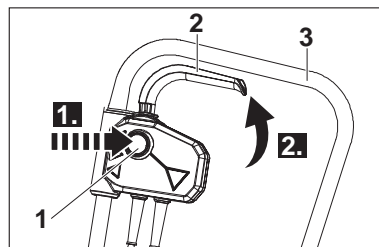

Fig. 8
1. Appuyez sur le bouton de déverrouillage [1] et maintenez-le en position (Fig.8, étape 1).
2. Appuyez sur l'interrupteur marche/arrêt [2] pour mettre en route l'appareil (Fig.8, étape 2), relâchez le bouton de déverrouillage [1] par la suite.